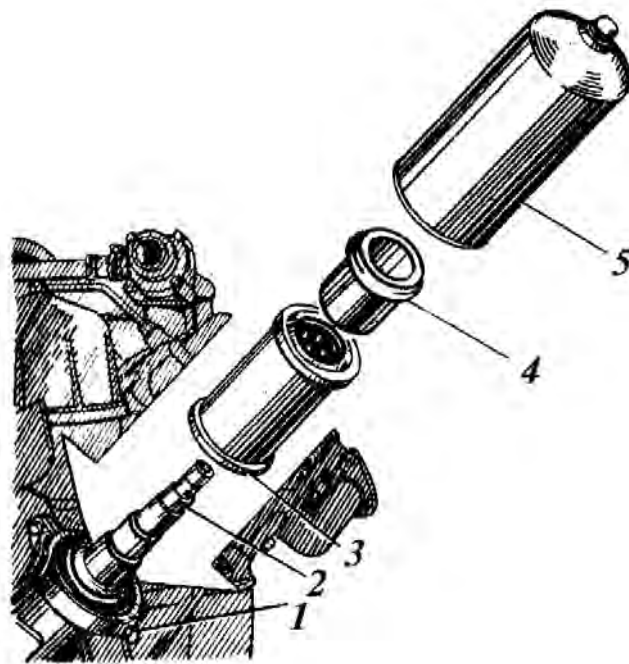

Рис. 11.15. Фильтр грубой очистки масла
1. Выверните сливную пробку **1** (рис. 11.15) и слейте масло из фильтра в подставленную посуду, после чего пробку заверните.